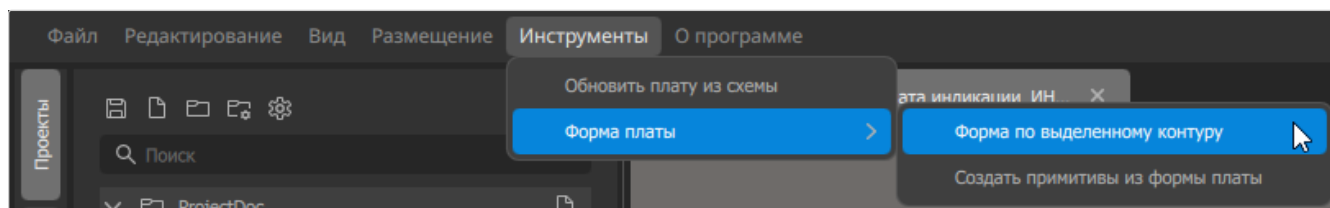

Рисунок 94. Команда меню «Форма по выделенному контуру»
- 5) Вызвать команду меню «Инструменты» → «Форма платы» → «Форма по выделенному контуру» (см. рисунок 94).